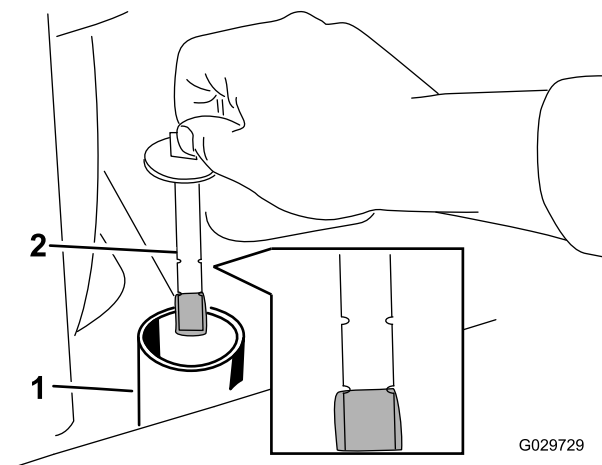

Figura 71
8. Rimuovete il tappo del collo del bocchettone e controllate il livello del fluido sull'asta di livello (Figura 71).